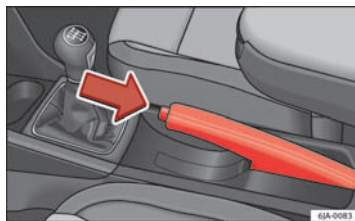

Fig. 103 Midterkonsol: håndbremse
- Træk håndbremsearmen lidt opad, og tryk **samtidig** låseknappen ⇒ Fig. 103 ind.